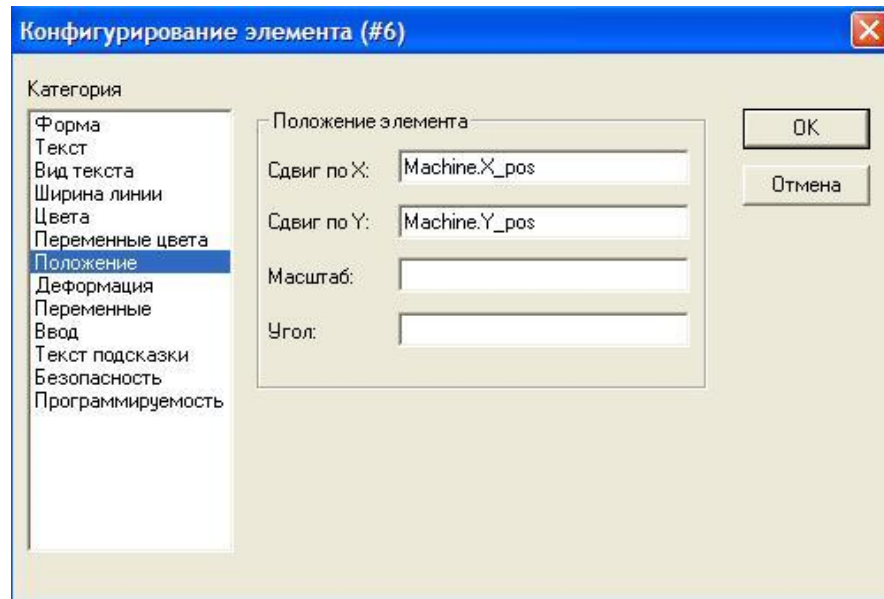

Рисунок 4.35
- Категорія **Положення (Absolute movement Category)** — Зсув по Y (**Y-Offset**) змінна **Machine.Y_pos** (рис. 4.35)